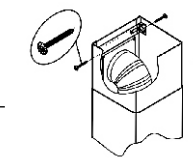

рис. 9
- 6.4 Установите фальштрубы. Выдвиньте верхнюю фальштрубу, оденьте ее на кронштейн (рис. 9) и закрепите самонарезающими винтами.